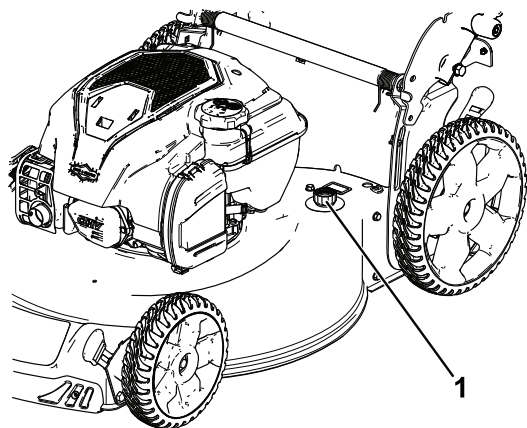

Figura 24
4. Conecte una manguera de jardín que esté conectada a un grifo al orificio de lavado (Figura 24).